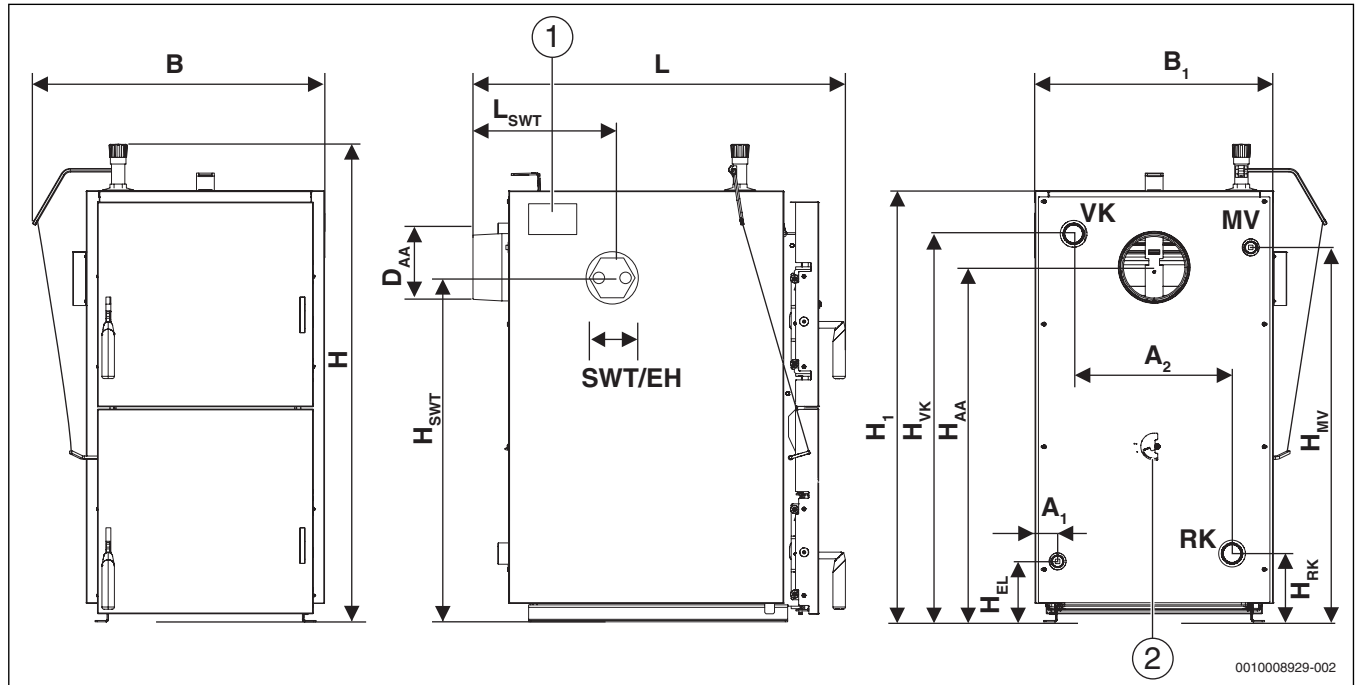

Рис. 5 Размеры Solid 2000H SFH 22 HNS
- ▶ Наклейте заводскую табличку в хорошо доступном и видимом месте, например, вверху на боковую стенку котла (→ рис. 5, стр. 7).